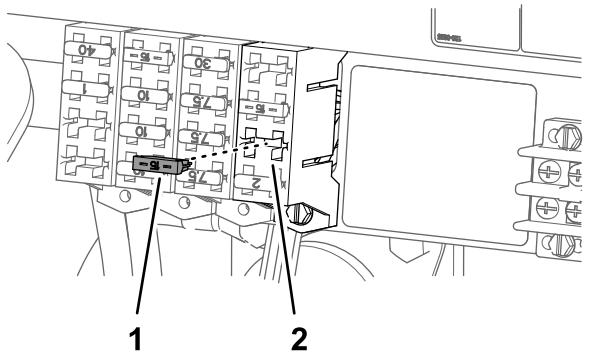

Figura 79
2. Cambie el fusible abierto por uno nuevo (Figura 79).